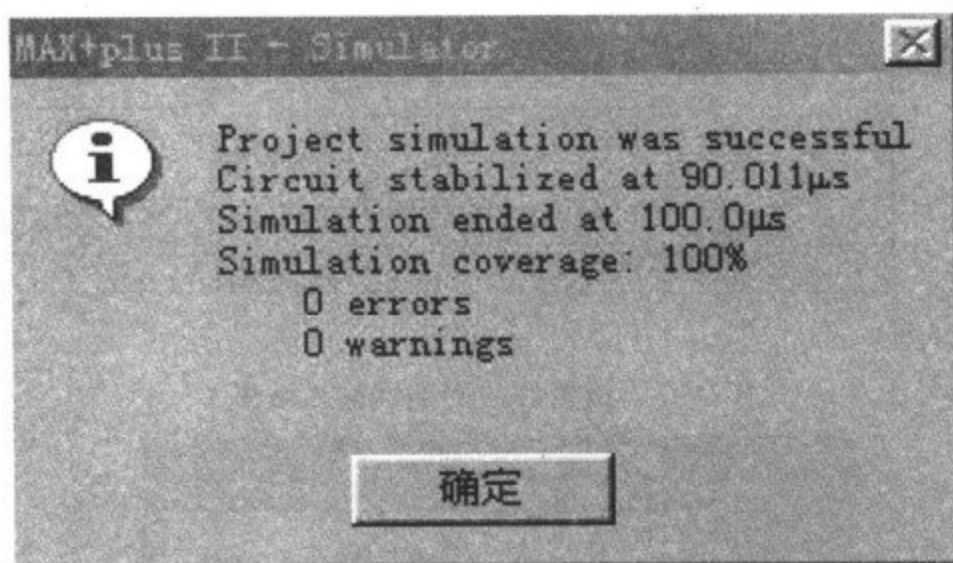

图 3-28 仿真成功窗口
(8) 点击 Start 开始按钮, 开始仿真, 如果没有错误, 将弹出如图 3-28 所示的仿真成功窗口。